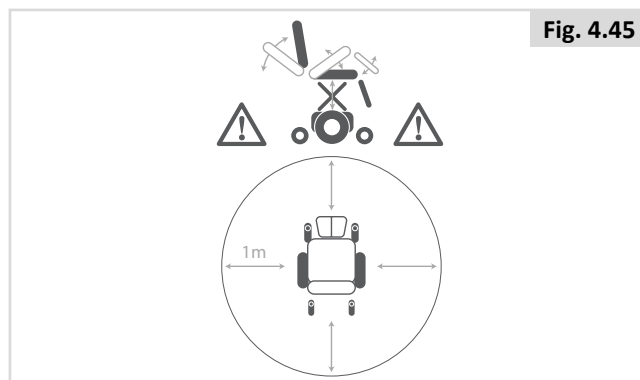

Fig. 4.45
- På lik linje med alle bevegelige deler, vær forsiktig slik at du ikke klemmer fingrene dine, (Fig. 4.45).